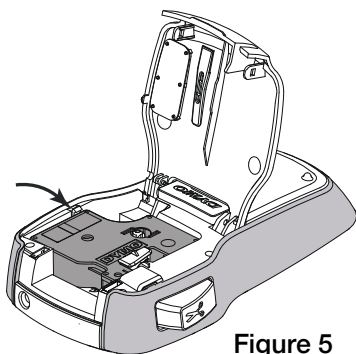

Figure 5
- 3 Insérez la cassette et appuyez fermement jusqu'à ce que la cassette s'enclenche. Voir la Figure 5.